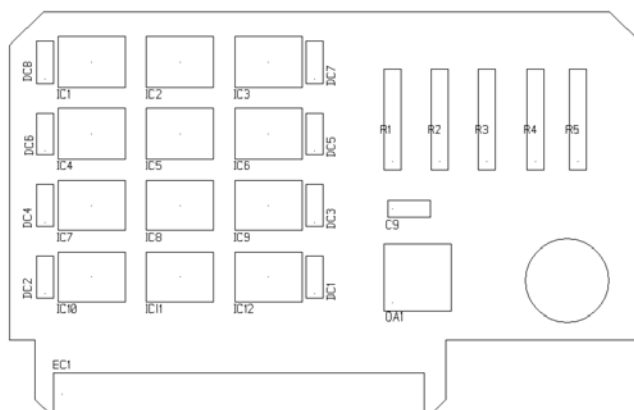

Рис. 20. Требуемая перенумерация компонентов на плате.
15. Нажмем кнопку Preview и убедимся, что на экране редактора отображается только нужная нам графическая информация (рис. 20).
В качестве самостоятельного упражнения выполните переименование блокировочных конденсаторов, как показано на рис. 20. Сначала следует заменить буквенные префиксы конденсаторов C1 — C8 на DC, а затем перенумеровать полученные конденсаторы справа налево, внизу вверх. Чтобы исключить из сложного переименования конденсатор C9, в правиле преобразования вместо C* необходимо указать диапазон компонентов C[1-8].